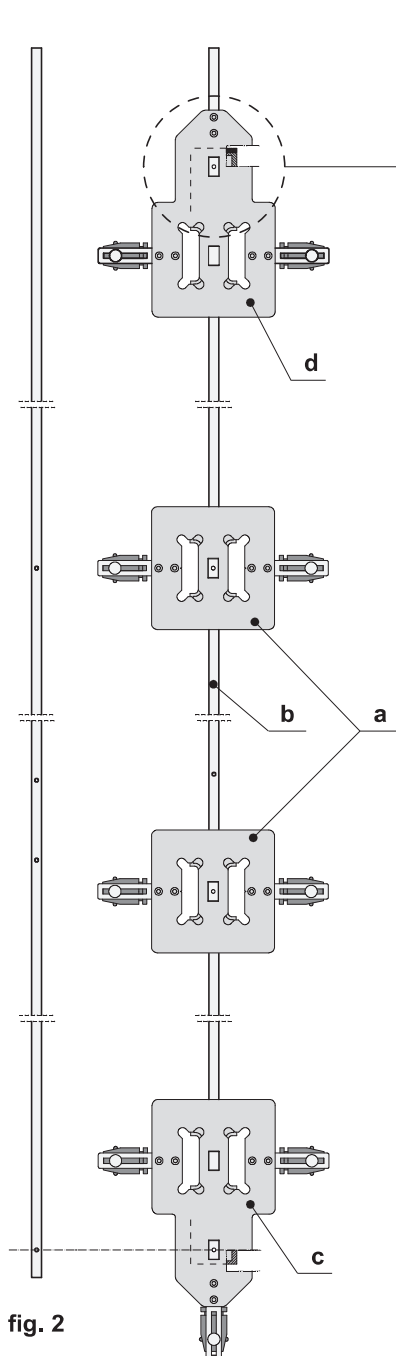

fig. 2
- 2) Per battenti con altezza maniglia non superiore a 500 mm, inserire una dima art. A20030.01.27 (a) sull'asta art. A20030.01.28 (b) e posizionarla secondo la grandezza GR degli elementi di collegamento verticale lato maniglia (fig. 2).